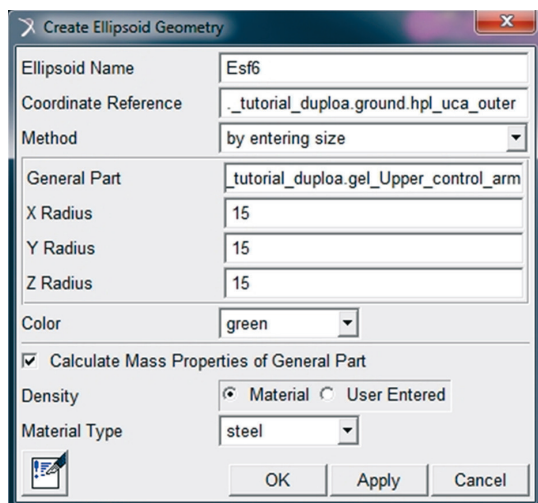

Figura 5.49 – Preenchimento da caixa de diálogo para criação da sexta esfera.
- Para a última esfera, preencha a janela *Create Ellipsoid Geometry*, de acordo com a Figura 5.49.